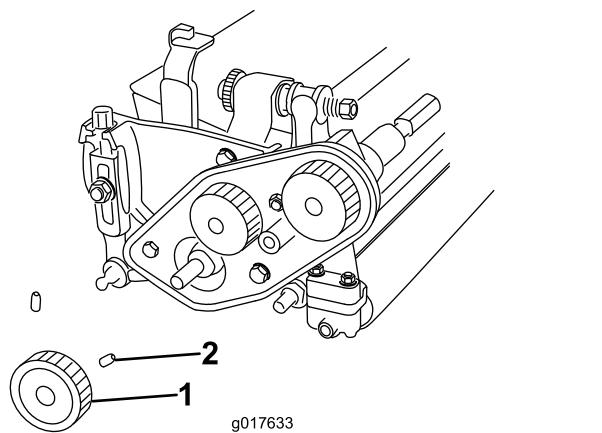

图4
9. 旋松固定下皮带轮的 2 个固定螺丝将皮带轮从滚刀轴上拆下 图4。
23. 将下皮带轮安装至滚刀传动轴上用 2 个固定螺丝将其固定至传动轴的键上 图4。